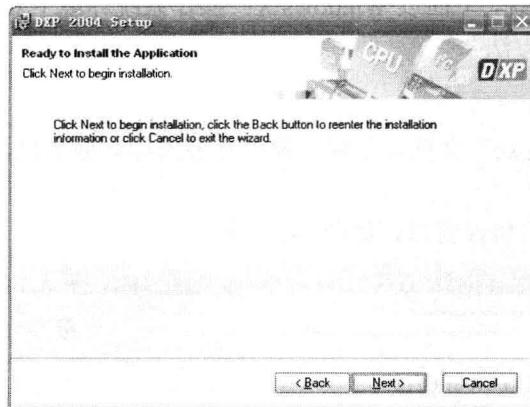

图 1-5 准备安装
(6) 单击 **Next** 按钮，进入准备安装窗口，如图 1-5 所示。